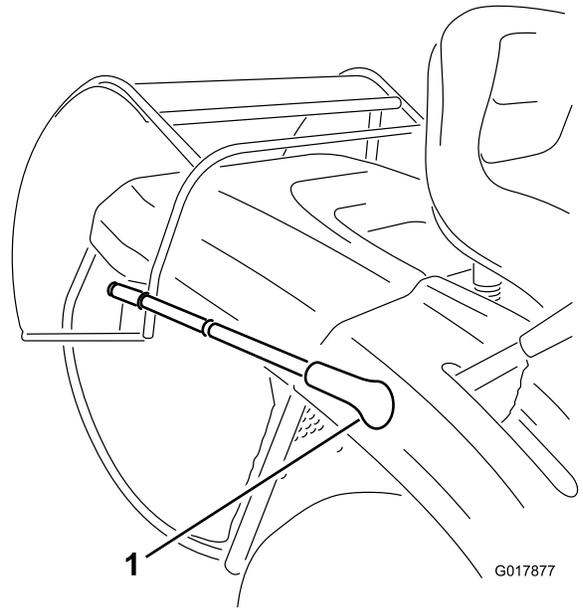

図 16
3. ダンプレバー 図 16 を前に倒すと、集草装置が傾斜します。